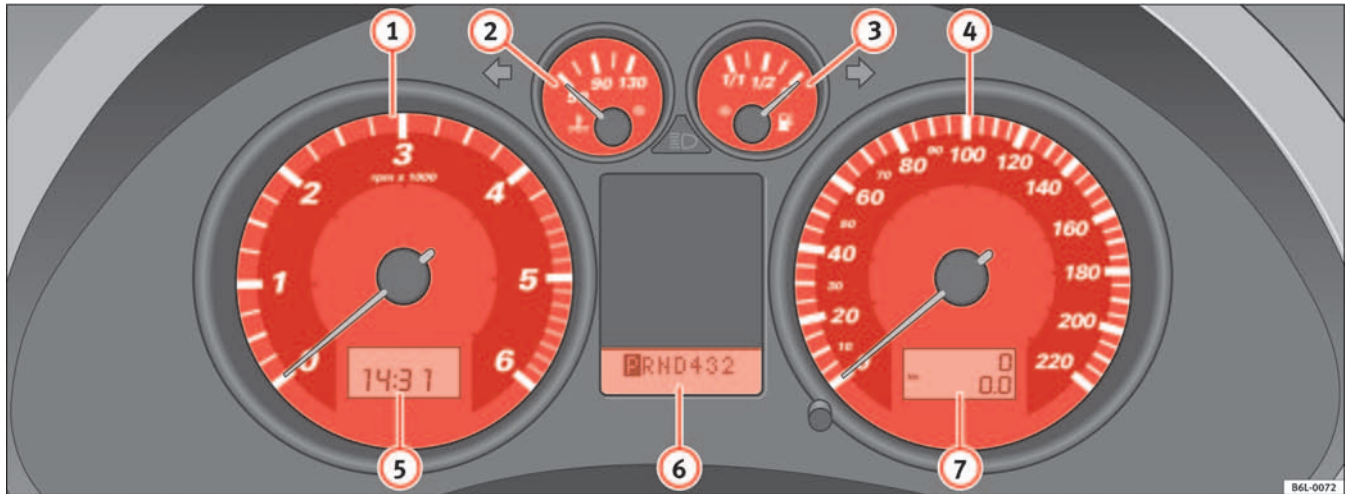

Abb. 32 Ausschnitt aus der Instrumententafel: Kombiinstrument
Der Beginn des roten Bereichs \Rightarrow Seite 58, Abb. 32 ④ bedeutet die maximale Motordrehzahl bei Betriebstemperatur. Vor Erreichen dieses Bereiches sollte in den nächst höheren Gang geschaltet oder die Wählhebelstellung D gewählt oder der Fuß vom Gaspedal genommen werden.
- Drehen Sie den Einstellknopf ⇒ Seite 58, Abb. 32  bis zum Anschlag nach links, die Stunden werden eingestellt. Wenn Sie den Einstellknopf nur kurz nach links drehen, wird jeweils um eine Stunde weitergestellt.